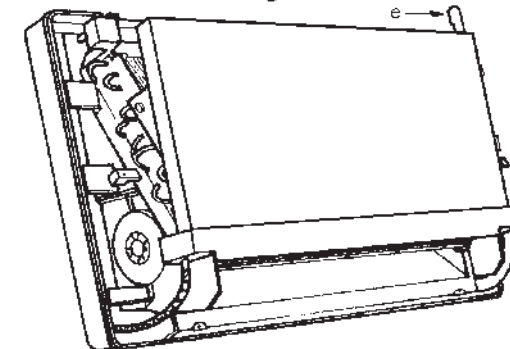

Fig.7
- Fixer le bac des condensats sur les cornières (fig. 7).
- Fix the condensates drain pan on the angle bars (fig. 7).